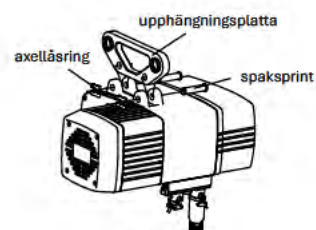

Bild 6
- 1 Montering av upphängningsplatta (bild 6)